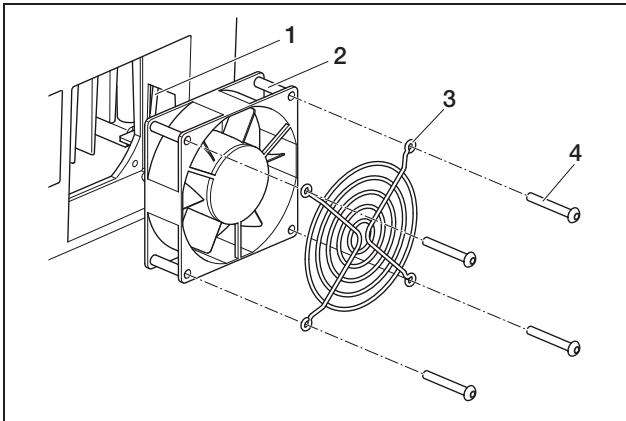

Abbildung 83: Lüfter ausbauen (convert 3T/3.5T/4T/5T)
- convert 3T/3.5T/4T/5T: Lösen Sie die Schrauben (4 in Abb. 83) und nehmen Sie das Lüftergitter und den Lüfter vorsichtig heraus.